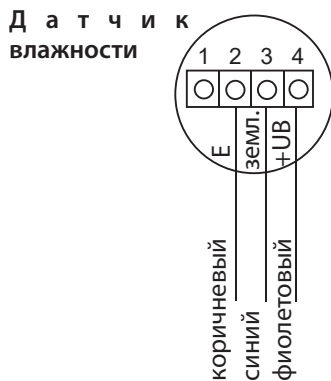

Рис. 12
2. Последовательность подключения многожильного провода см. на рис. 12.